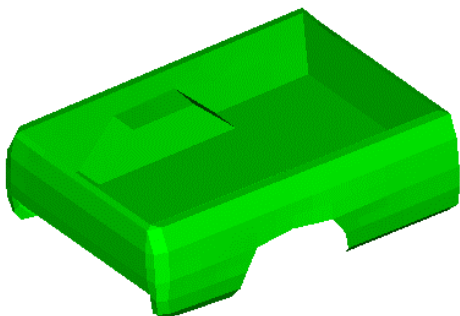

图 13-5 显示车身组件
- (1) 单击 (👁️) 按钮，激活 Isolate 工具。
- (2) 在模型浏览器中单击 SHELL: BED，此时图形区单独显示车身，如图 13-5 所示。
- (3) 再次单击 (👁️)，取消 Isolate 工具。
- (4) 在 SHELL: CABIN 组件上右击，选择 Isolate，此时 cabin 单独显示在图形区。
- (5) 在 Components 文件夹右击，选择 Show，此时所有组件显示在图形区。